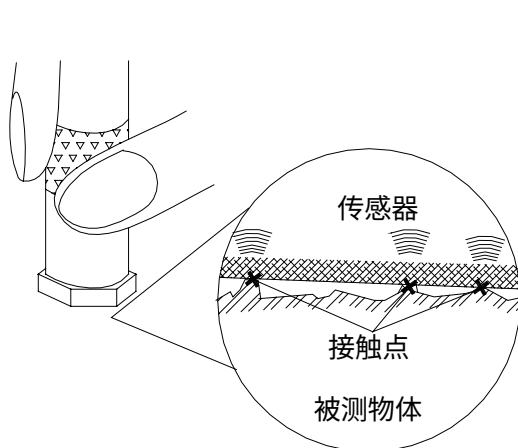

图 4-5 不加附件直接测量
- 4) 用手持传感器（最好配触针或握把，否则有可能产生测量误差见图 4-5 和 4-6）：测试频率应小于 1000Hz，振动能量不能太小。